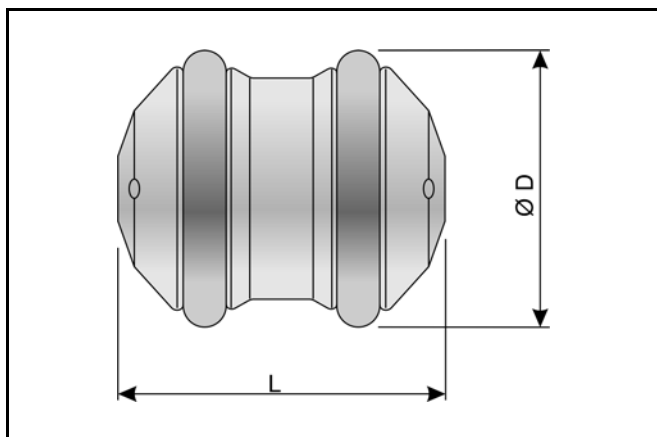

Bild 7 - Maßzeichnung des Molches TWIN 3
- Abmessungen nach Bild 7 und Tabelle 3 prüfen und nach Bedarf erneut anziehen.